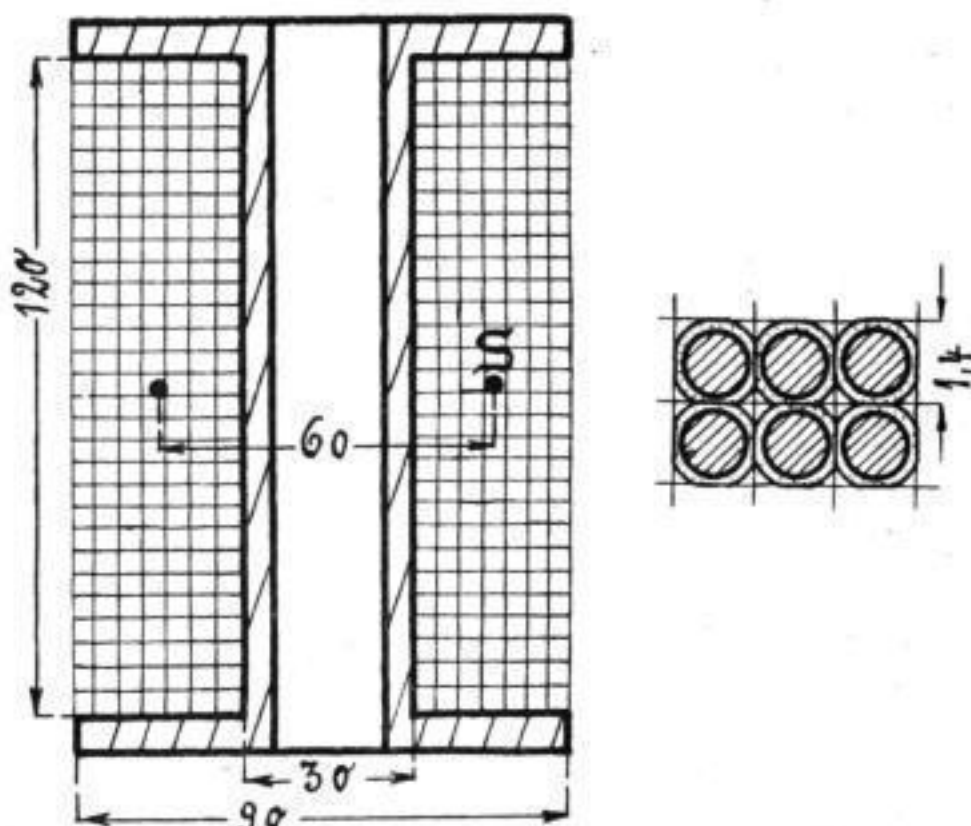

Abb. 2
3. Die in Abb. 2 dargestellte Spule ist mit Kupferdraht von 1 mm Durchmesser bewickelt. Wie groß ist ihr Widerstand? Wir stellen durch Messung fest, daß der isolierte Draht, ein wenig zusammengedrückt, etwa 1,4 mm Durchmesser besitzt, und demnach von dem in Abb. 2 sichtbaren Spulenquerschnitt $1,4^2 = 1,96 \text{ qmm}$ beansprucht.